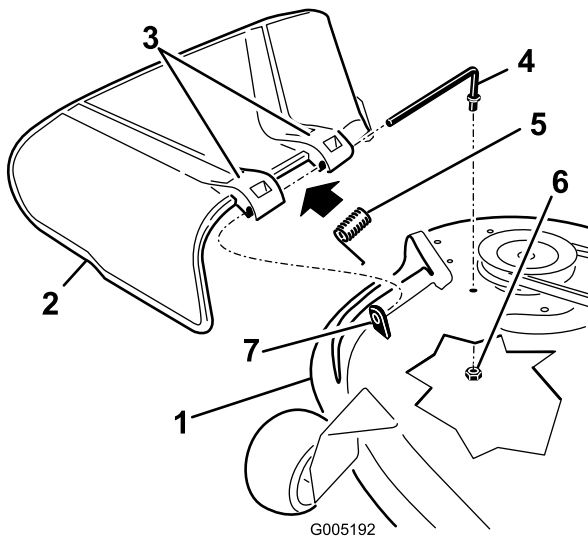

Bild 47
- Machen Sie die in Bild 47 gezeigten Teile ausfindig.
- Nehmen Sie die Mutter (3/8 Zoll) aus der Stange unter dem Mähwerk ab (Bild 47).
- Schieben Sie die Stange aus dem kurzen Vorsprung, der Feder und dem Ablenkblech (Bild 47). Entfernen Sie defekte oder abgenutzte Ablenkbleche.
- Montieren Sie das Ablenkblech (Bild 47).
- Setzen Sie die Feder mit den Enddrähten nach unten auf die Stange, zwischen die Ablenkblechhalterungen. Schieben Sie die Stange durch die zweite Halterung am Grasablenkblech (Bild 47).
- Schieben Sie die Stange vorne am Ablenkblech in den kurzen Vorsprung am Mähwerk. Befestigen Sie das hintere Stangenende mit einer Mutter (3/8 Zoll) am Mähwerk (Bild 47).